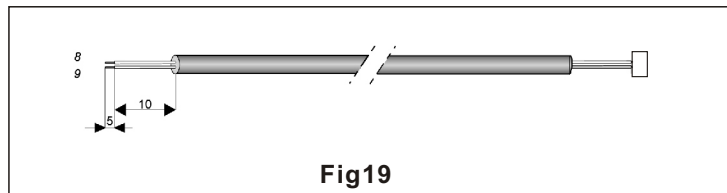

Fig19
5. Préparez l'extrémités du câble à double-fil pour le branchement comme indiqué à la fig. 19.
6. Disconnect the resistor (5) from indoor unit twin wire cable (3) and connect the twin wire cable (6) connector instead.
7. Connectez l'autre extrémités du câble à double-fil au terminal à double-fil des éléments intérieur (9).